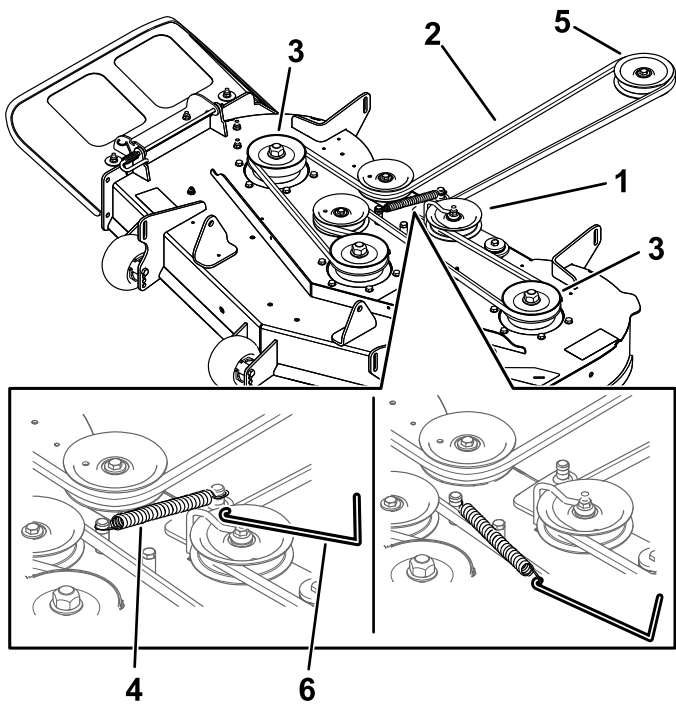

Figure 53
6. À l'aide d'un outil de dépose de ressort (réf. Toro 92-5771), décrochez le ressort du crochet situé sur le tablier pour détendre la poulie de tension et déchaussez la courroie des poulies (Figure 53).
7. Acheminez la courroie neuve autour de la poulie du moteur et des poulies du tablier de coupe (Figure 53).
8. À l'aide d'un outil de dépose de ressort (réf. Toro 92-5771), accrochez le ressort au crochet situé sur le tablier, afin d'exercer une tension sur la poulie de tension et la courroie du tablier de coupe (Figure 53).